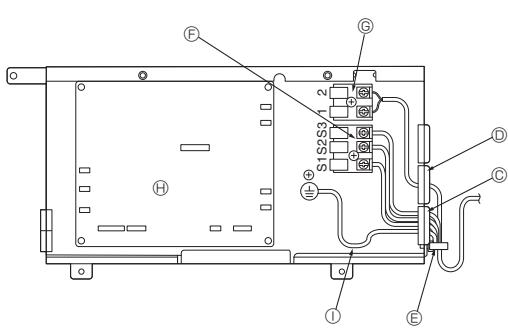

Fig. 7-3
7.2. Внутренний прибор (Fig. 7-2) (Fig. 7-3)